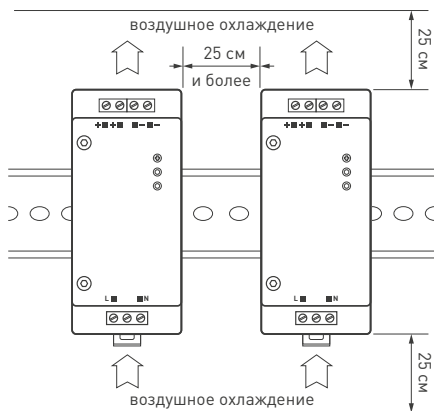

Рис. 2. Рекомендуемое размещение источника питания и обеспечение циркуляции воздуха
- 4.2. Для соблюдения температурного режима работы обеспечить не менее 20 см свободного пространства вокруг источника питания (см. рис. 2). При необходимости используйте принудительную вентиляцию.